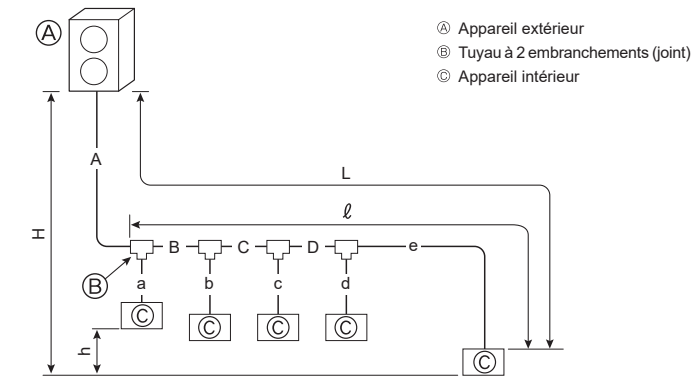

Fig. 4-3 (a)
4.3.1. Raccordement sans Boîtier de dérivation (Fig. 4-3)